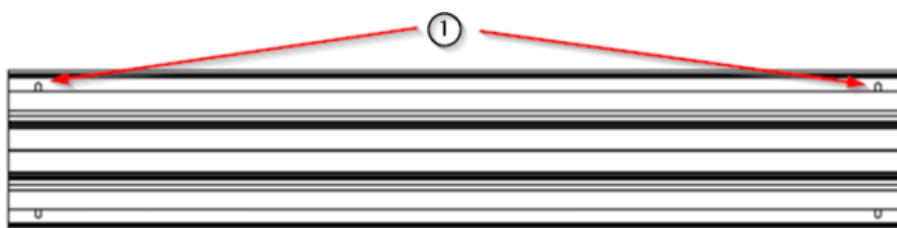

Fig.6 Points d'ancrage de l'équipement N270
Pour l'installation de l'appareil, deux rangées de points d'ancrage sont prévues à l'arrière de l'appareil. Le nombre et la distance de ces points d'ancrage varient en fonction de la longueur de l'appareil et sont définis dans le plan d'installation correspondant fourni avec l'appareil. Voir Fig. 6.
- Localisez les points d'ancrage de l'équipement ① indiqués sur le plan d'installation ci-joint (voir Fig. 6).
- Fixez l'appareil aux deux points d'ancrage supérieurs ① comme indiqué dans la figure 6 sans serrer définitivement, mais seulement de manière à fixer l'appareil à la surface de montage avec les vis appropriées.
- Localisez les points d'ancrage de l'équipement ① indiqués sur le plan d'installation ci-joint, comme le montre la figure 6.